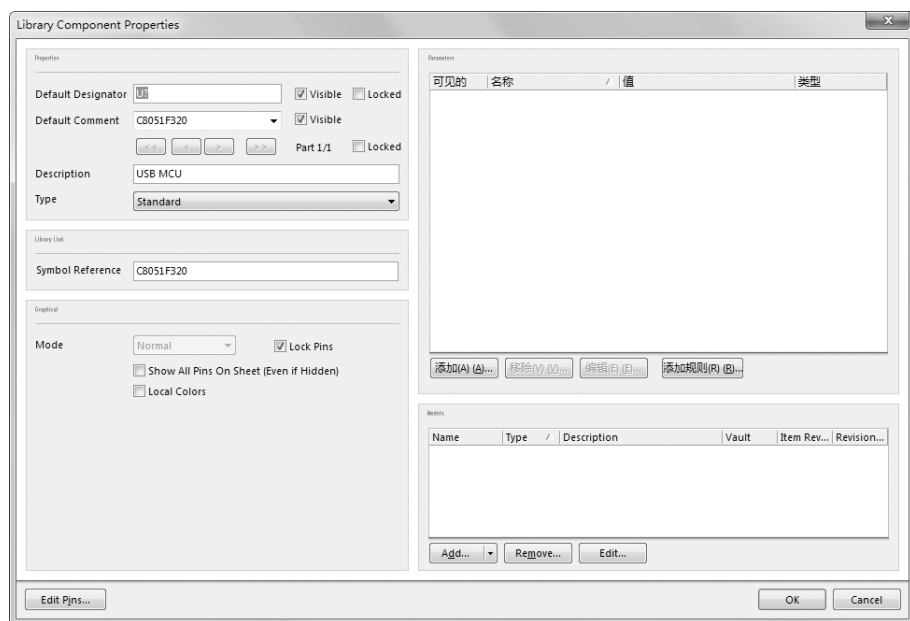

图 11-13 “Library Component Properties”对话框
(1) 双击“SCH Library”（SCH 元件库）面板原理图符号名称栏中的库元件名称“C8051F320”，系统弹出如图 11-13 所示的“Library Component Properties”（库元件属性）对话框。在该对话框中可以对自己所创建的库元件进行特性描述，并且设置其他属性参数。主要设置内容包括以下几项。